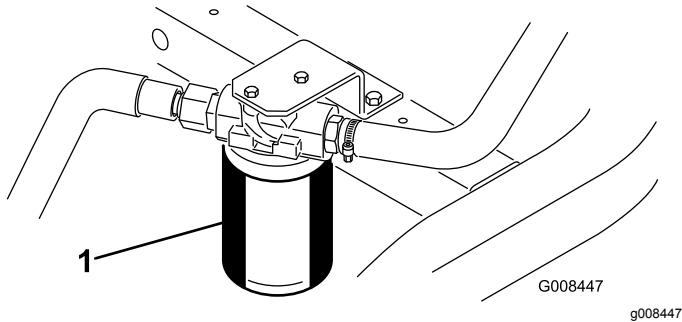

Bild 48
1. Reinigen Sie den Anbaubereich des Filters (Bild 48). Stellen Sie eine Auffangwanne unter den Filter und entfernen den Filter.